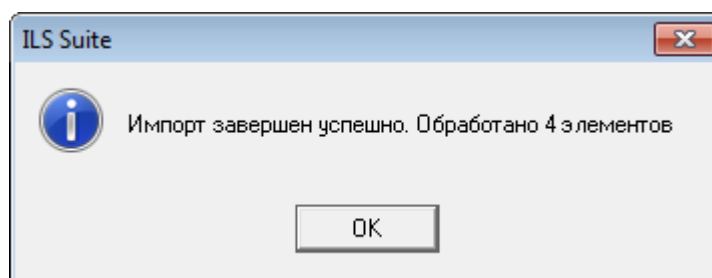

Рис. 17-31 – Информационное сообщение о завершении импорта
9) Для выполнения процедуры импорта нажать кнопку «Импорт». После его завершения откроется информационное окно, представленное на рис. 17-31.